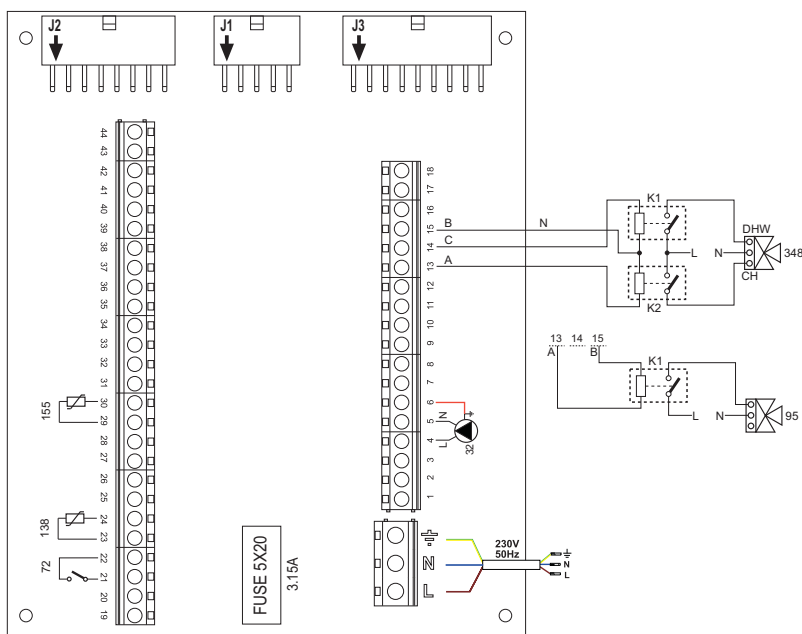

fig. 44
Para evitar daños en la tarjeta, se aconseja usar relés externos para pilotar la válvula de 3 vías, como se indica en fig. 44.
**Leyenda (fig. 43 y fig. 44)**